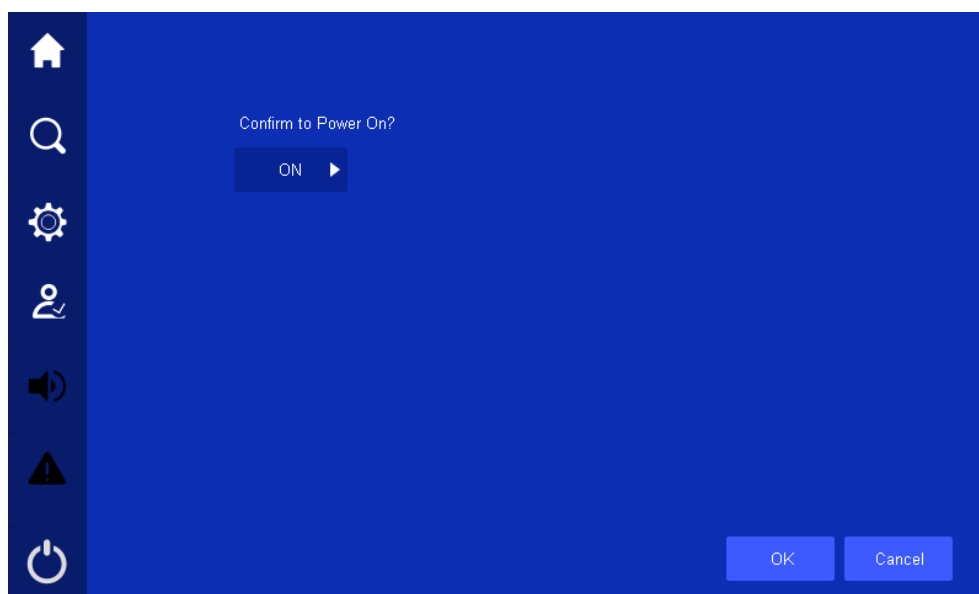

Рис. 5.3 Подтверждение включения
- На панели инструментов сенсорного дисплея нажмите на иконку , произойдет переход на страницу включения/выключения ИБП, нажмите кнопку ОК чтобы подтвердить выключение инвертора, см. Рис. 5.3.